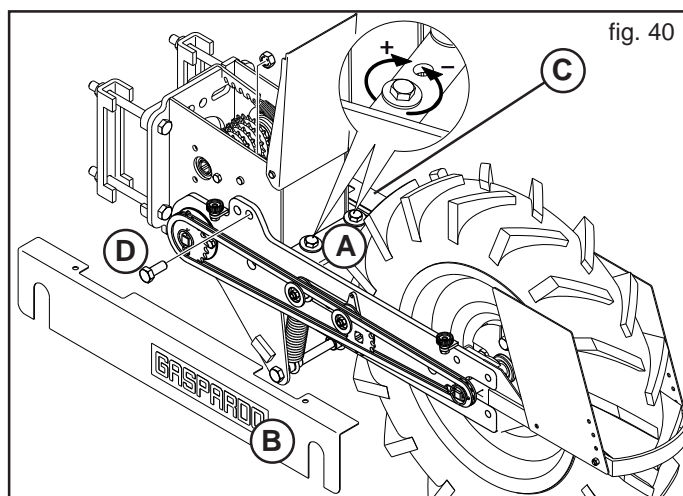

fig. 40
Por medio de los tornillos (A, fig. 40) modificar la presión sobre la rueda en base a las características del terreno.
- 1) Desmontar el cárter (B e C, Fig. 40).
- 2) Sacar los tornillos de bloqueo (D).
- 3) Volver a montar el cárter (B e C, Fig. 40).
- 4) Regular la tensión del doble muelle por medio de los tornillos (A, Fig. 40) en base a las condiciones del terreno.